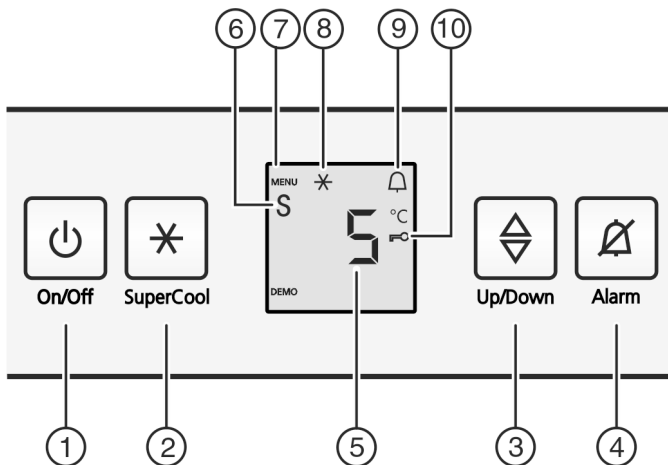

Fig. 2
- ▶ Натисніть клавішу On/Off. Fig. 2 (1).
- ▶ Вмикання режиму налаштування: натисніть кнопку SuperCool Fig. 2 (2) і утримуйте близько 5 секунд.
- ▷ Світиться символ "Меню" Fig. 2 (7).
- ▶ З допомогою клавіші налаштування Fig. 2 (3) виберіть **С**.
- ▶ Для підтвердження натисніть і швидко відпустіть клавішу SuperCool Fig. 2 (2).
- ▶ Для увімкнення функції захисту натисніть і швидко відпустіть клавішу SuperCool Fig. 2 (2).
- ▷ Світиться символ "Функція захисту" Fig. 2 (10). На індикаторі блимає **С**.
- ▶ Для вимкнення функції захисту натисніть і швидко відпустіть клавішу SuperCool Fig. 2 (2)..
- ▷ Гасне символ функції захисту Fig. 2 (10). На індикаторі блимає **С**.
- ▶ Вихід з режиму настройки: Натисніть клавішу On/Off Fig. 2 (1).
- ▶ натисніть сигнальну клавішу Alarm Fig. 2 (4).
- ▶ Активувати режим налаштування: натисніть кнопку SuperCool Fig. 2 (2) і утримуйте близько 5 секунд.
▷ Світиться символ Меню Fig. 2 (7).
- ▶ Щоб викликати функцію режиму Sabbath: натисніть і швидко відпустіть кнопку SuperCool Fig. 2 (2).
- ▶ Для увімкнення режиму Sabbath натисніть і відпустіть клавішу SuperCool Fig. 2 (2).
- ▶ Для вимкнення режиму Sabbath натисніть і відпустіть клавішу SuperCool Fig. 2 (2).
- ▶ Деактивація режиму налаштування: Натисніть клавішу On/Off Fig. 2 (1).
▷ На індикаторі температури символ режиму Sabbath Fig. 2 (6) показується доти, доки активний режим Sabbath.